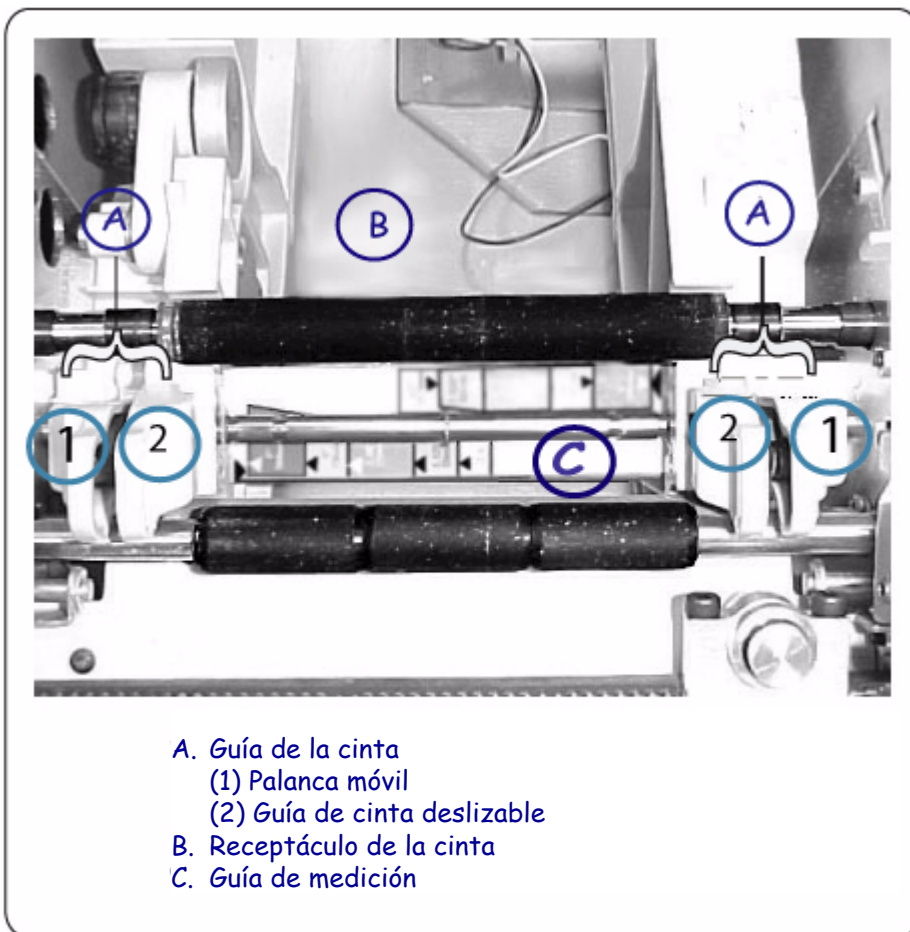

Figura 2-5. Guía de cinta, receptáculo de cinta de impresión y guía de medición.
- Paso 2:** Sujete ambas guías de la cinta. **Nota:** Las guías de cinta se componen de dos piezas: una palanca móvil (1) y una guía de cinta deslizante (2) (Figura 2-5). Apriete entre sí la palanca móvil y la guía de cinta deslizante para posicionarlas correctamente.